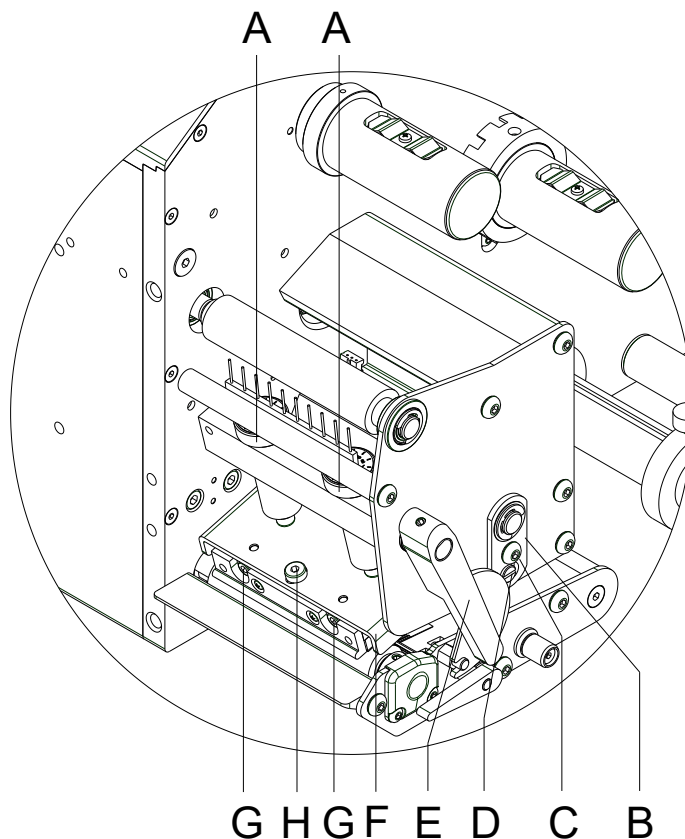

Figura 28
Si tras regular el paralelismo no se consiguiera que la anchura de la impresión fuese regular, se puede igualar con la ayuda de una placa de fijación (B, Figura 28).
1. Afloje el tornillo (C, Figura 28) girándolos aprox. ¼ de vuelta.
2. Gire la clavija excéntrica (D, Figura 28) para ajustar una impresión igualada. Continúe ajustando el cabezal de impresión hasta que la impresión en el text salga igualada.
3. Coloque de nuevo el tornillo (C, Figura 28).
La presión del cabezal puede modificarse con los tornillos (A, Figura 28) en el lado interior y exterior del cabezal, respectivamente. Un aumento de la presión del cabezal lleva en el lado respectivo a un mejoramiento del ennegrecimiento del formato de impresión y a un desplazamiento de la marcha de la cinta en la correspondiente dirección.
1. Gire el tornillo de presión (A, Figura 28) para modificar la presión del cabezal de impresión.
2. Gire el tornillo de presión (A, Figura 28) en el sentido de las agujas del reloj hasta que llegue al tope, se consigue un incremento de presión de 10N respecto al ajuste inicial de fábrica.
3. Gire el tornillo de presión (A, Figura 28) hacia el tope derecho, girándolo en dirección contraria a las agujas del reloj, se obtendrá el valor de regulación de fábrica.